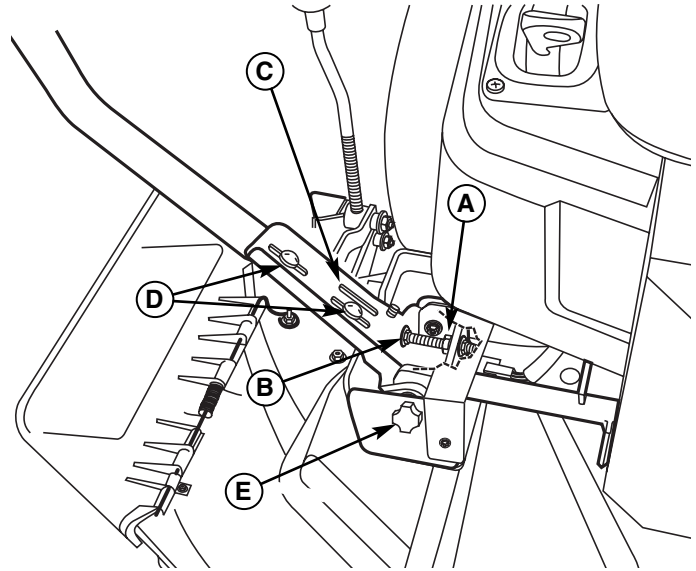

Figure 30. Réglage des leviers de commande
**Pour régler la hauteur des leviers de commande :** Tirer les leviers en travers des genoux de l'opérateur dans leurs positions DRIVE (Marche avant). Desserrer les boulons de fixation (D, figure 30) et soulever ou abaisser les leviers dans la position désirée. Serrer les boulons de fixation (D).
**Pour régler l'écartement d'extrémité des leviers de commande :** L'écartement d'extrémité des leviers de commande doit être réglé de manière à ce que les leviers ne soient pas en contact les uns avec les autres une fois en positions DRIVE (Marche avant). Desserrer le contre-écrou (A, figure 30) et régler la longueur du boulon de carrosserie (B) de manière à ce que les leviers ne se touchent pas. Répéter sur le côté opposé. Serrer le contre-écrou (A) pour bloquer le boulon de carrosserie en place.
**Pour régler l'espace libre de l'opérateur :** L'espace entre l'opérateur et les leviers de commande peut être augmenté en retirant le boulon de fixation inférieur (D, figure 30), en faisant pivoter le levier vers l'avant et en remontant la vis à tête à travers le levier de commande et la fente en avant (C). Répéter avec l'autre levier de vitesse de déplacement.
Si la tondeuse autoportée tire vers la droite ou vers la gauche lorsque les leviers de commande de vitesse de déplacement sont en position avant maximum, la vitesse maximum du levier droit peut être équilibrée en tournant le bouton de réglage (E, figure 30). Desserrer le contre-écrou et faire tourner le bouton **DANS LE SENS CONTRAIRE DES AIGUILLES D'UNE MONTRE** pour augmenter la vitesse ou **DANS LE SENS DES AIGUILLES D'UNE MONTRE** pour diminuer la vitesse. Serrer le contre-écrou une fois terminé.